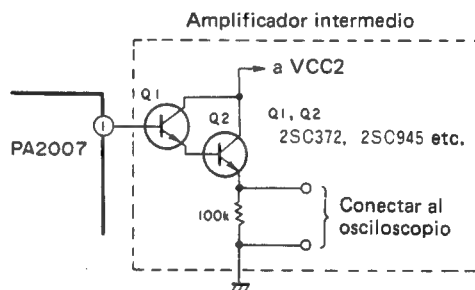

Fig. 11-2 Conexión del amplificador intermedio
2. Conectar el amplificador intermedio a la patilla 1 del ICI PA2007 del PCB del circuito del motor como se muestra en la Fig. 11-2 y conectar la salida a un osciloscopio.